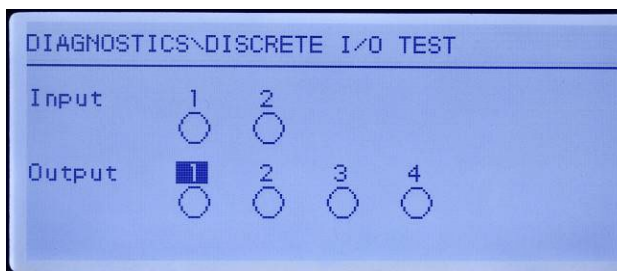

Figura 5-7: Pantalla de prueba de E/S discretas
2. Presione ENTER para ir a la pantalla de diagnóstico. Cuando vea la pantalla de prueba, el estado de entrada aparecerá en la parte superior de la presentación visual y el estado de salida aparecerá en la parte inferior (Figura 5-7). El enfoque se muestra primero en la salida 1.